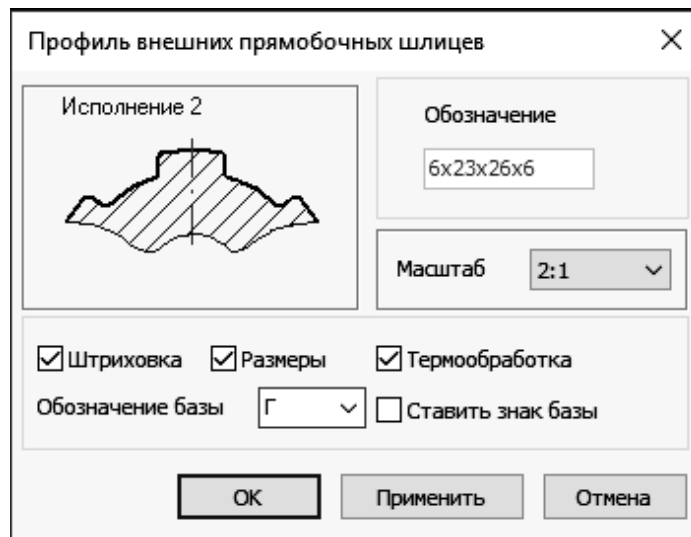

Рис. 15.19. Выбор характеристик и профиль шлицев с размерами
6.4. Для построения профиля шпоночного паза необходимо выделить в дереве построения шестую цилиндрическую ступень (**Цилиндр. D=26, L=60**) выделить «Шлицы прямоугольные» и выбрать вкладку «Дополнительные построения» – «Профиль шлицев». Ввести необходимые параметры. При необходимости можно изменить стандартные параметры, выбрать вид соединения, класс поля допуска, масштаб и т. д. (рис. 15.19).